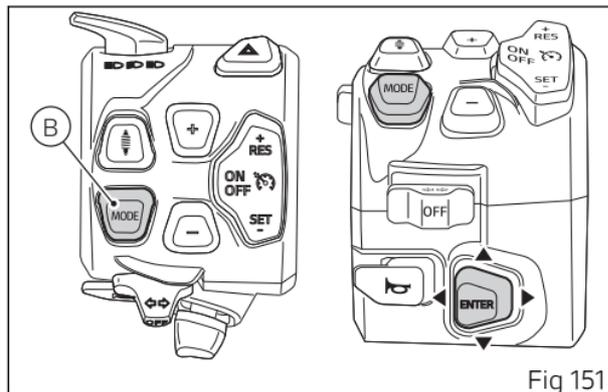

Fig 151
- Premere il pulsante (B, Fig 151) .